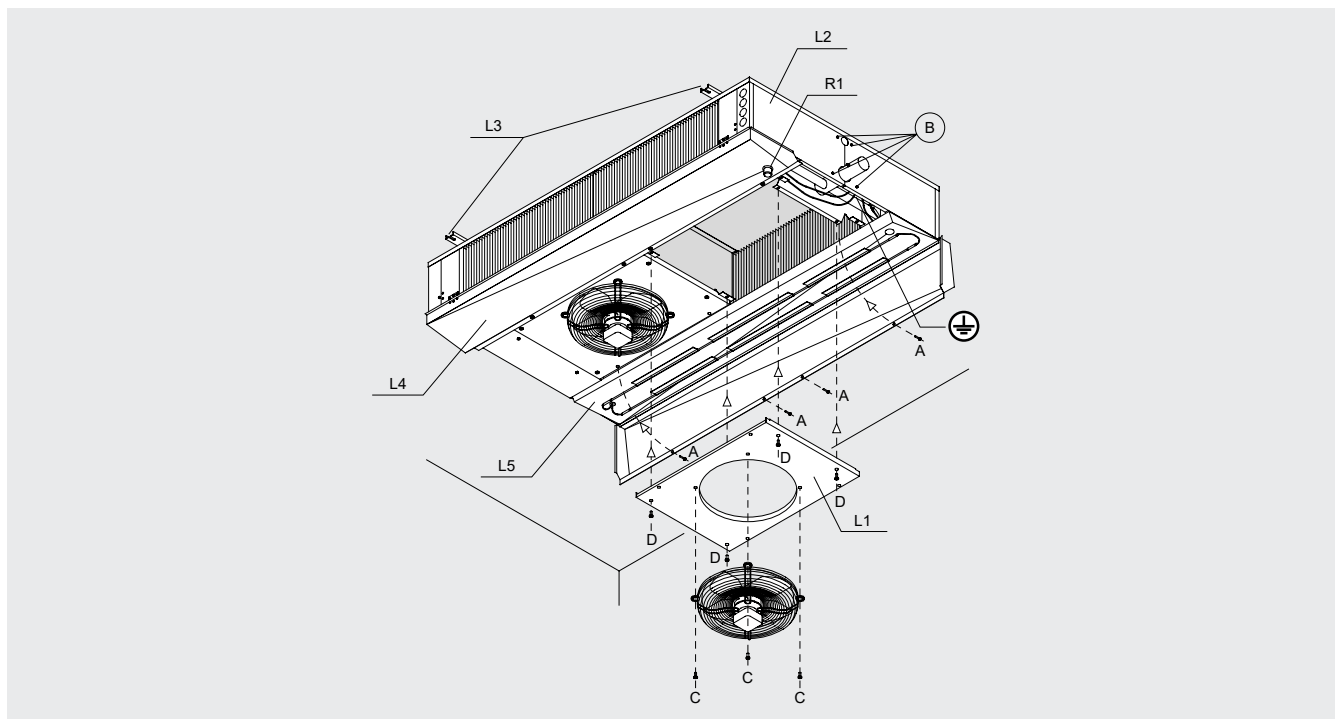

Figura 7
8.9 Svitare i pomelli di fissaggio A per aprire le vaschette L4; accompagnarle lentamente fino alla posizione rappresentata in "Figura 7".